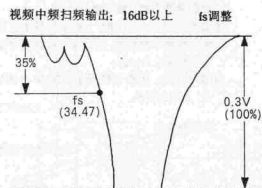
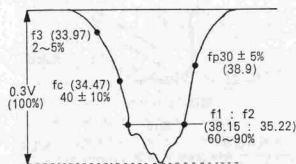

图23
图24
- ⑫将视频中频扫描信号发生器输出增加到16 dB,然后调节T702,使 $f_s(34.47 \text{ MHz})$ 与 $0.3 \text{ V}(100\%)$ 幅度比较为35%,如图23所示;
- ⑬将系统开关置于“PAL B.G.”并将视频中频扫描信号输出减小到16 dB;
- ⑭调节调整电位器(C),使输出为 0.3 Vp-p ;
- ⑮调节调谐器转换线圈,使波形如图24所示。